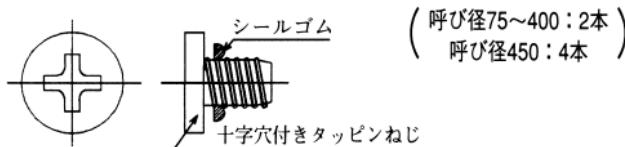

図60 十字穴付きタッピンねじ
②十字穴付きタッピンねじ（図60）にシールゴムが付いていることを確認する。